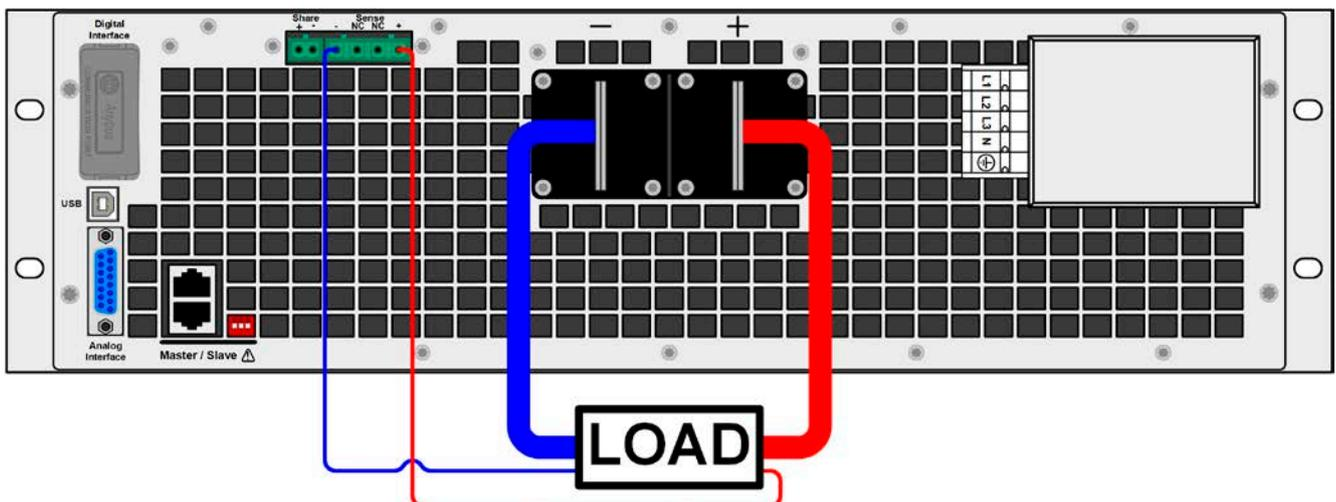

Figura 8 - Principio de cableado de detección remota en la unidad maestra
- *La detección remota es solo eficaz durante un funcionamiento de tensión constante (CV) y para otros modos de regulación, la entrada de detección se debe desconectar en la medida de lo posible porque conectarla generalmente incrementa la tendencia a la oscilación*
- *Los cables de detección + deben conectarse a los contactos + de la carga y los cables de detección - a los - de la carga ya que, de lo contrario, la entrada de detección de la fuente de alimentación podría resultar dañada. Véase un ejemplo a continuación Figura 8.*